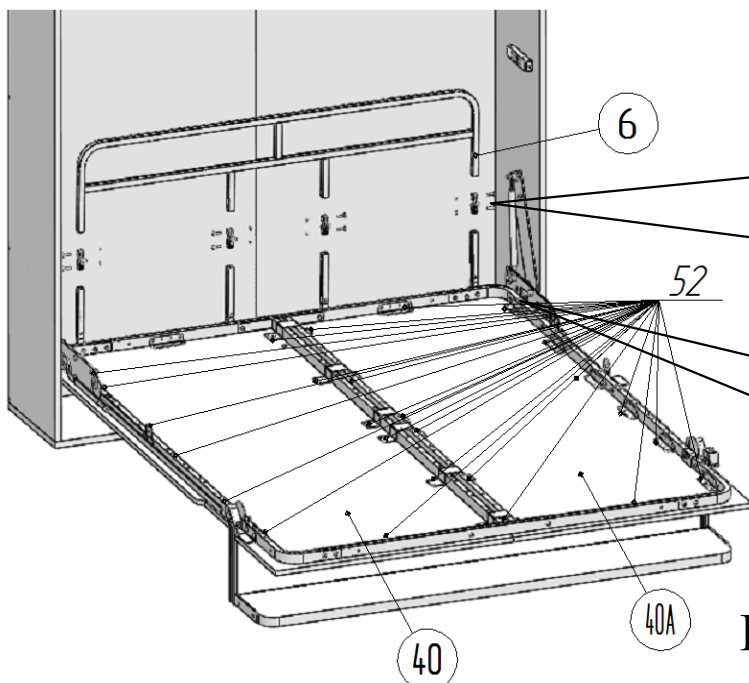
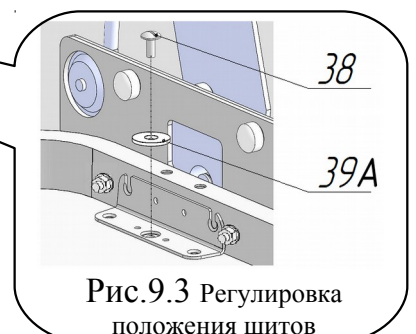
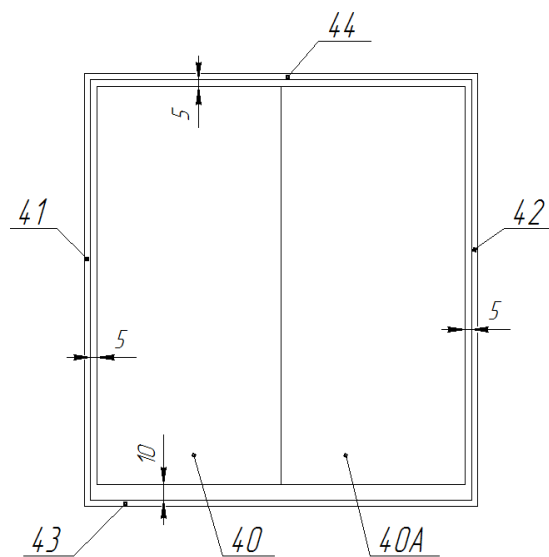

Рис.9.1
Рис.9.3 Регулировка положения щитов
Рис.9.4
13. Установить шарниры поз. 11 в бортик поз.6 и стойки бортика поз.9 (рис.9.1 и 9.2). Закрепить, используя Винт М6x25 поз.16, гайку М6 со стопорным кольцом поз.23. Присоединить стойки бортика поз.9 к стойкам со вкладышем поз.9А в соответствии с рисунком 9.2, используя Винт М6x25 поз.16, гайку М6 со стопорным кольцом поз.23.
Привести кровать в вертикальное положение. Последующей регулировкой щитов обеспечить зазоры между стенками короба поз.41,42, верхней панелью поз.44 и щитами декоративными поз.40 и 40А — 5 мм (рис.9.4 и 29), между панелью нижней поз.43 и щитами декоративными поз.40 и 40А — 10 мм (рис.9.4 и 29). Регулировку щитов произвести следующим образом: привести кровать в горизонтальное положение, ослабить винты М6х13 поз. 38 (рис.9.3). Сместить декоративные щиты в необходимом направлении. Затянуть винты М6х13 поз. 38. При необходимости повторить операцию выравнивания. Окончательно закрепить декоративные щиты на раме, используя саморезы Ø4х16 поз.52 (рис.9.1).